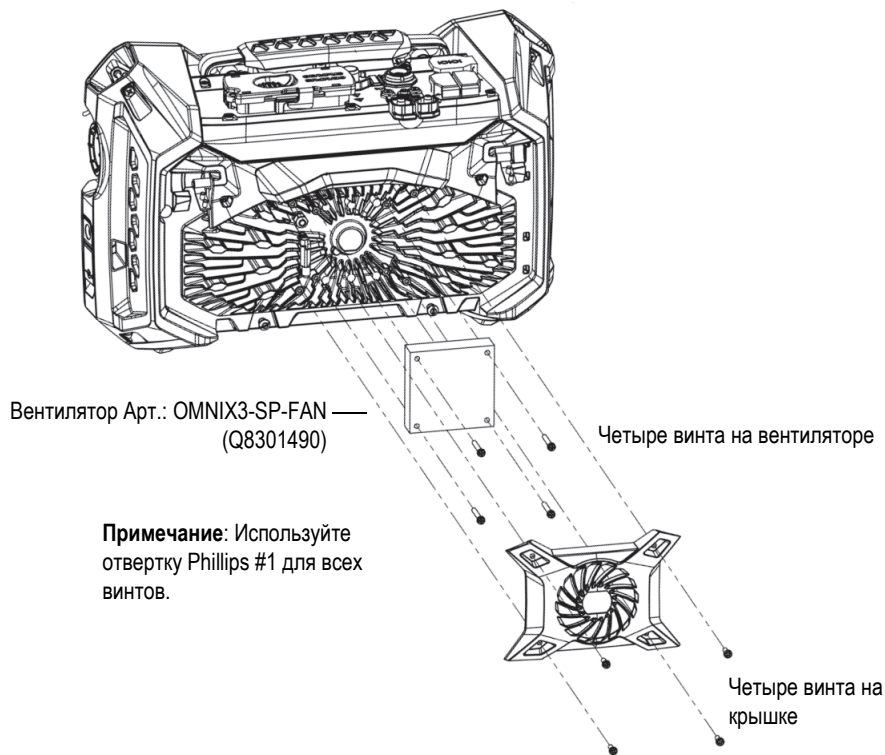

Рис. 4-2 Сборка вентилятора
2. Если чистка вентилятора снаружи представляет сложность или если вентилятор требует технического осмотра, снимите кожух вентилятора и, при необходимости, сам вентилятор — и аккуратно протрите поверхности (Рис. 4-2 на стр. 58).